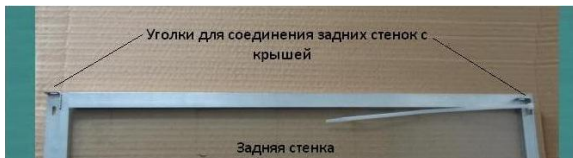

Рис. 13
3.5. Установка крыши (рис.13).